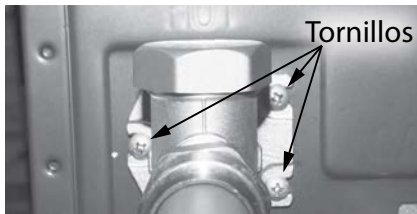

Figura 232 - Ubicación del tornillo del conjunto de salida.
21 Ubique los tres (3) tornillos que fijan el conjunto de salida a la base del calentador de agua. Use un destornillador Phillips para retirar los tornillos. Deje los tornillos a un lado en un lugar seguro para volver a instalarlos. Consulte la Figura 232.